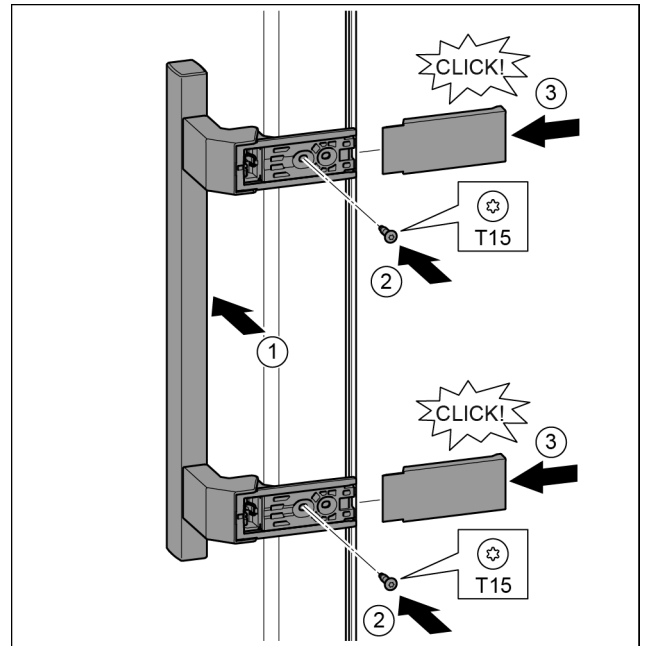

Fig. 34
- ▶ Встановіть ручку з протилежного боку. Fig. 34 (1)
- ▶ Закрутіть гвинти за допомогою викрутки T15. Fig. 34 (2)
- ▶ Встановіть кришки з боків та вставте їх. Fig. 34 (3)